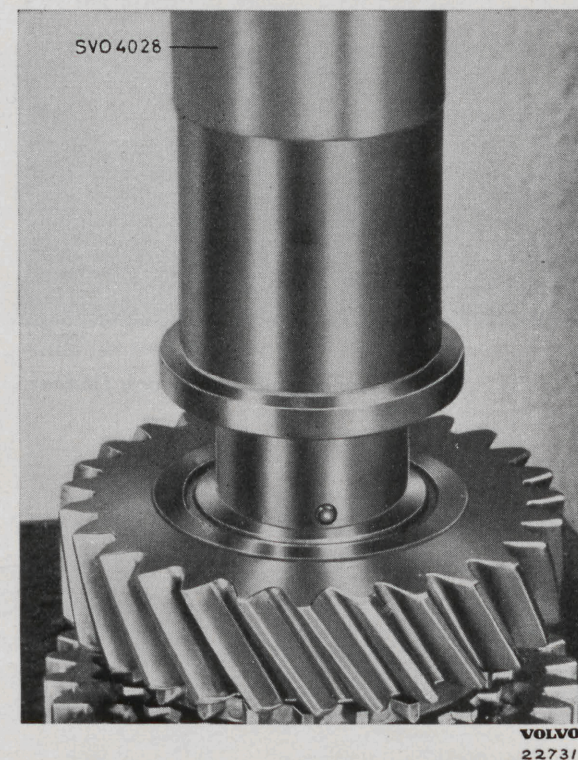

Bild 26. Montering av bussning.
5. Montera tryckbricka (22), synkroniseringskona (21) och 2:ans kugghjul (20). Sätt fast låskulan (18) med fett vid axeln. Pressa på bussningen (17) med dorn SVO 4028, se bild 26. Se till att spåret i bussningen kommer mitt för kulan. Montera 3:ans kugghjul (16) och synkroniseringskona.